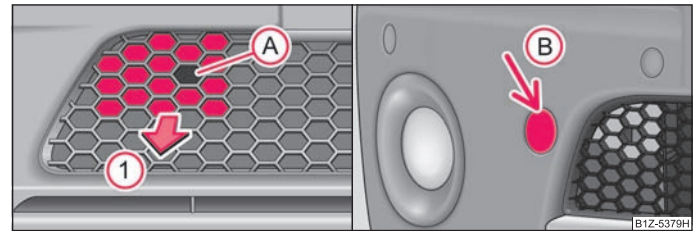

Fig. 183 Bara de protecție față Octavia RS: Grilajul / Octavia Scout: Capac
- Introduceți degetul în orificiul **A** al grilajului ⇒ fig. 183.